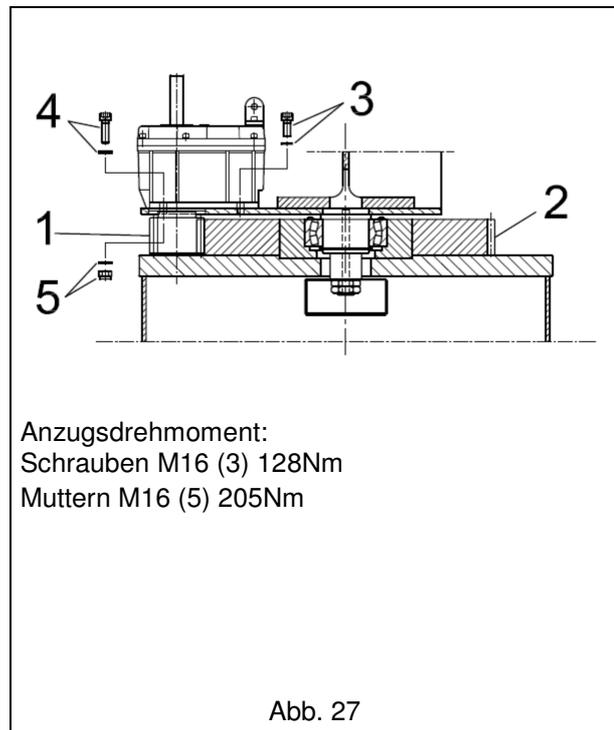

Abb. 27
2. Überprüfen, dass das Ritzel **1** und der auf der Säule montierte Kranz **2** ineinandergreifen und das Untersetzungsgetriebe mit den Schrauben und Federscheiben **3** (in den Gewindebohrungen) und den Schrauben und flachen Unterlegscheiben **4** (in den Durchgangslöchern) befestigen und sie mit den selbstsichernden Muttern **5** blockieren. (Abb. 27)